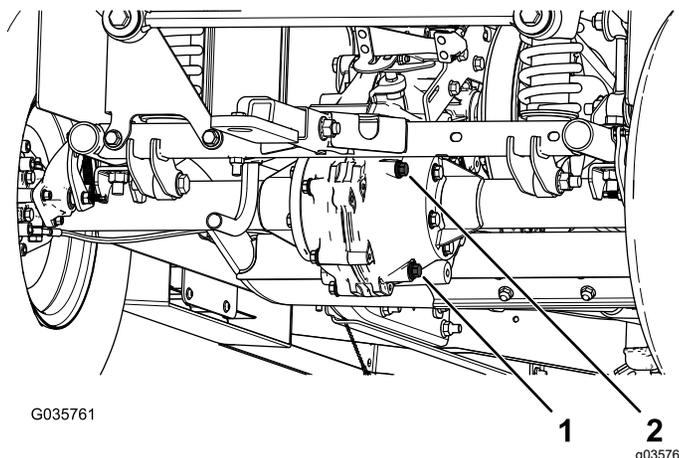

Рисунок 60
4. Снимите пробку заливного отверстия в коробке передач (Рисунок 60).
5. Если уровень жидкости низкий, снимите пробку заливного отверстия и доливайте жидкость указанного типа до тех пор, пока она не начнет вытекать из отверстия (Рисунок 60).
1. Подставьте под пробку сливного отверстия сливной поддон (Рисунок 60).
2. Снимите пробку заливного отверстия и уплотнение (Рисунок 60).
3. Снимите пробку сливного отверстия и уплотнение и дайте рабочей жидкости полностью стечь (Рисунок 60).